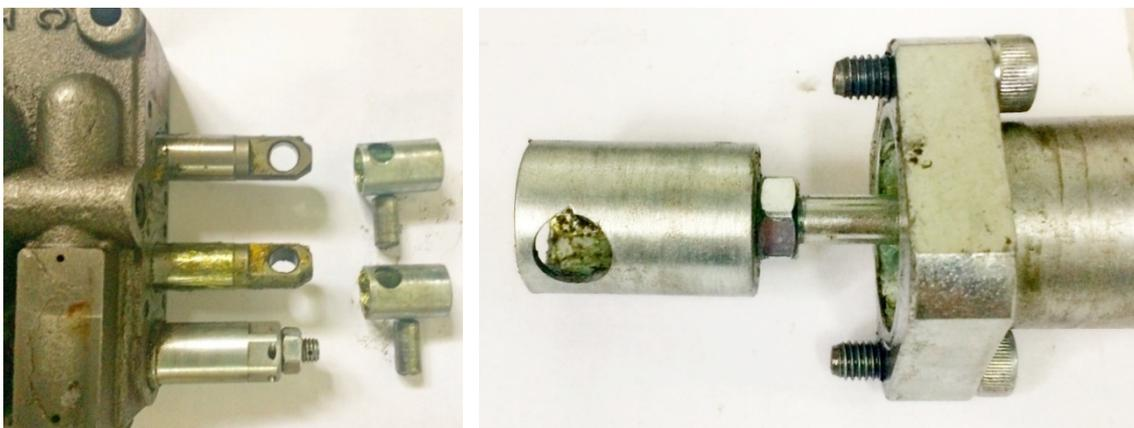

Рис. 2.28
- снять с золотника втулку (вилку), вынув штифт, и навинтить на трос (рис. 2.28);